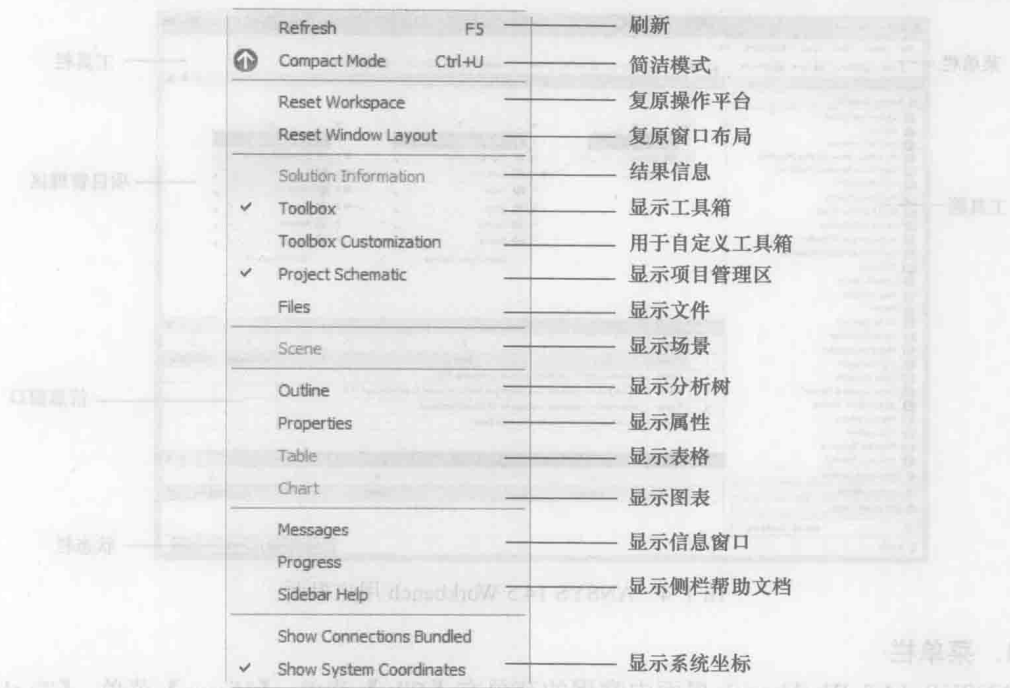

图 1-6 【View】菜单
(2) 【View】菜单 【View】菜单中包括对工程项目可视化操作的命令，如图 1-6 所示。